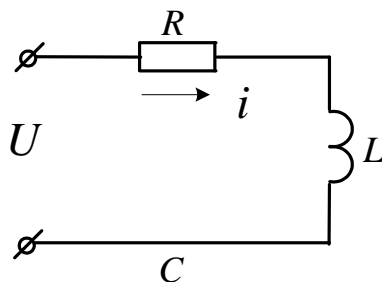

Рисунок 46
**Задача 39.** По катушке, индуктивность которой  $L=12\text{мГн}$  и активное сопротивление  $R=9\text{Ом}$  течет ток  $i = 2 \sin 1000t$  (A) (рис.46). Чему равно мгновенное значение приложенного к цепи напряжения?